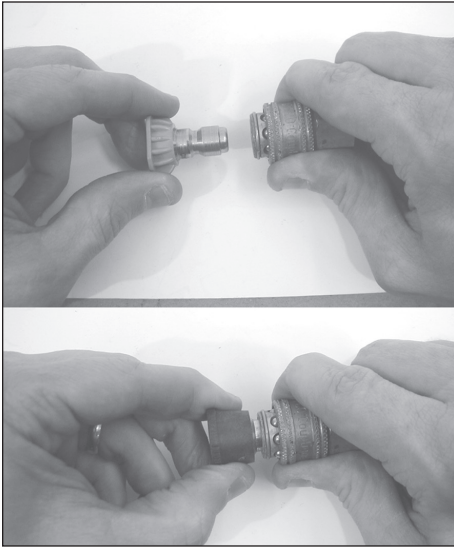

Figura 7 - Boquilla de conexión rápida
7. Instale la boquilla de conexión rápida (Ver Figura 7).